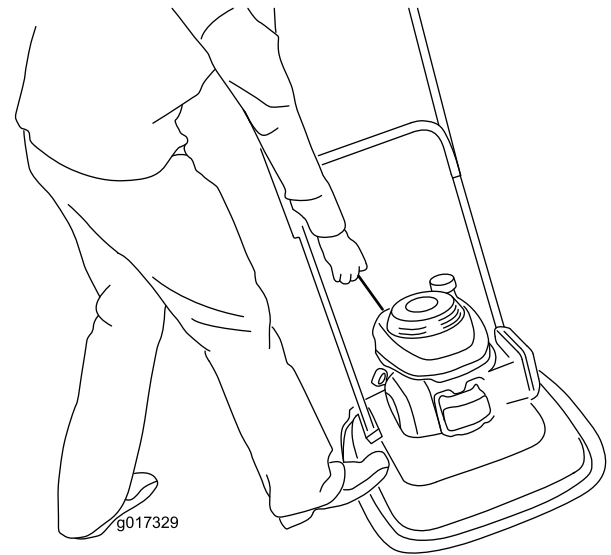

Figure 16
- Placez le pied sur le plateau de coupe et basculez la machine vers vous (Figure 16).